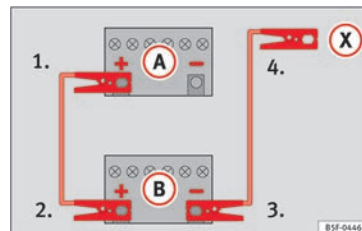

Fig. 79 Schéma de branchement pour les véhicules non équipés du système Start-Stop.
2. Raccordez une extrémité du câble de démarrage *rouge* au pôle positif (+) du véhicule dont la batterie est déchargée (A) » fig. 79.
3. Raccordez l'autre extrémité du câble de démarrage *rouge* à la borne positive (+) du véhicule fournissant le courant (B).
- 4a. *Sur les véhicules sans système Start-Stop* : raccordez une extrémité du câble d'urgence *noir* à la borne négative (-) du véhicule fournissant le courant (B) » fig. 79.